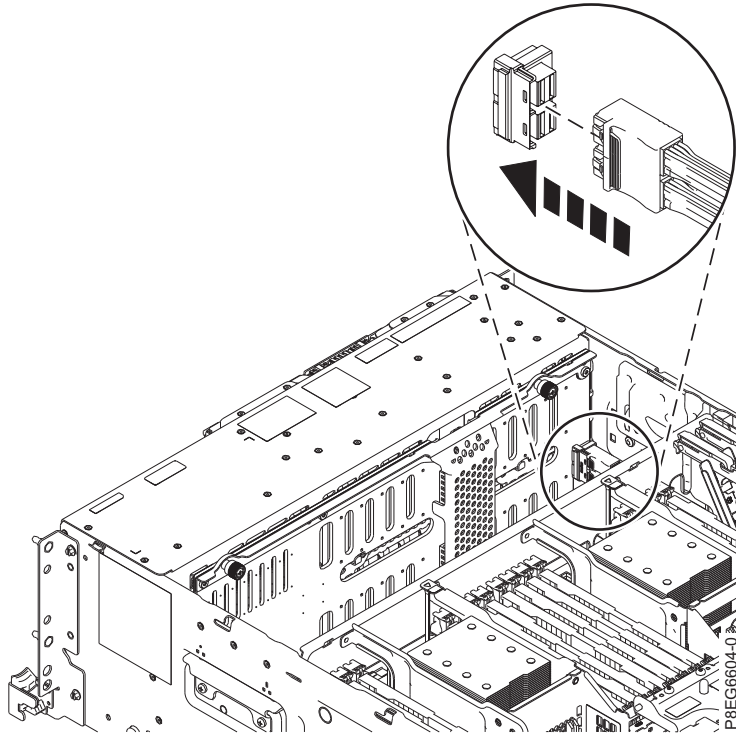

Figura 10. Volver a conectar el cable SAS en la placa posterior de la unidad de disco
9. Vuelva a conectar el cable SAS frontal en el puerto del conector en la placa posterior de la unidad del disco, como se muestra en Figura 10 en la página 11. Aplique una presión ligera sobre el conector hasta que el cierre del conector haga clic. Coloque los cables junto al lateral del chasis.